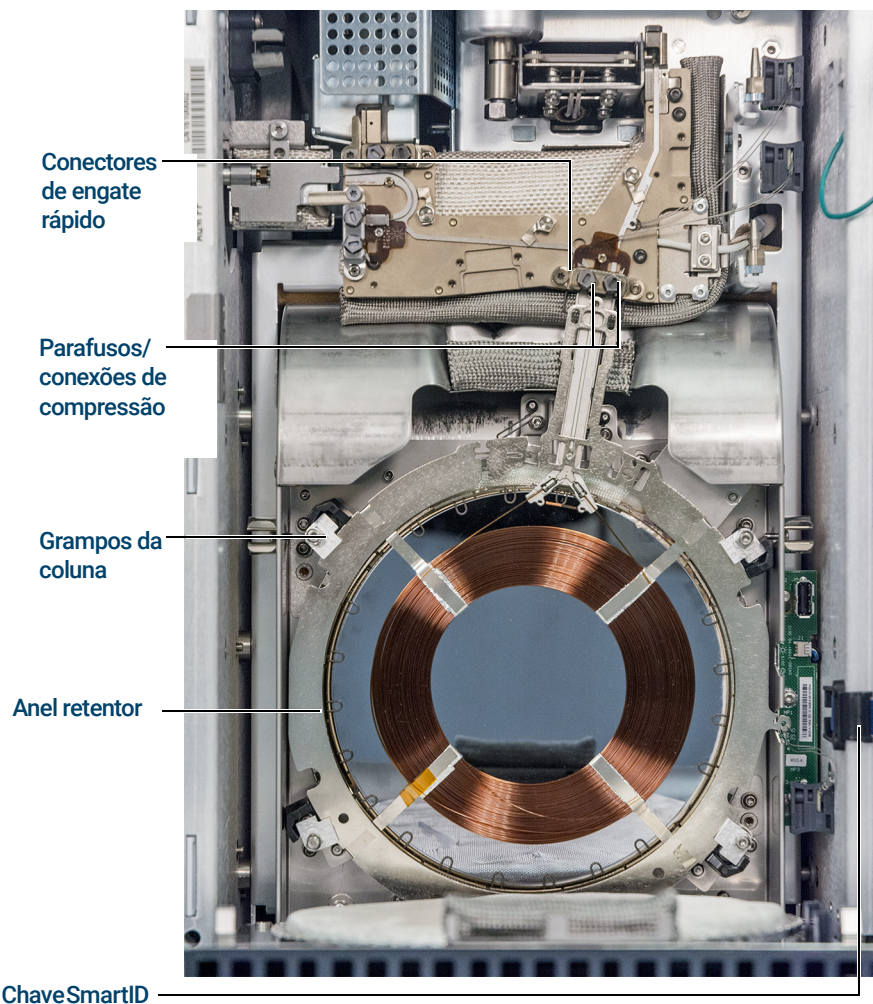

Figura 11. A coluna GC 9000 e as respectivas peças
- 7 Quando usar a chave de torque Intuvo, gire todos os quatro grampos liberando o anel retedor da coluna. (Consulte Figura 11.)